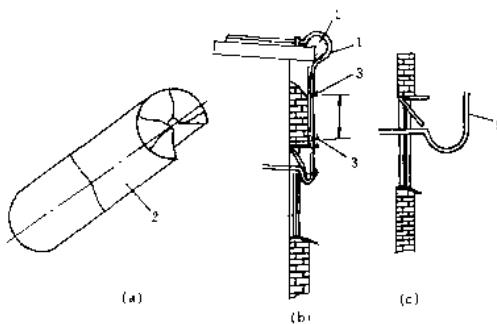

图3 软管的固定
① 屋檐旁的处理 软管通过屋檐，应做圆角处理，不能弯成死弯。处理时，用直径40~60毫米的毛竹一段，劈去1/4圆周（图3），再把它安装在屋檐上，将塑料软管跨过安装在屋檐边的毛竹，两端用卡子扣牢。
② 沿壁的固定 用冲击电钻在软管所经过的墙壁上钻6毫米孔，孔内塞入塑料膨胀螺栓，再旋入带卡子的木螺钉，固定好软管，卡子在直线段上，一般每隔500毫米安装一个，弯曲处距离适当减少。
③ 软管进口处的防水处理 塑料管不能直接进入窗口，以防下雨时雨水沿软管进入室内，其处理方法是：将塑料管在进口处做成一个半圆状的进口结，结的最低点要低于窗户进口点40毫米左右，如图3(c)。